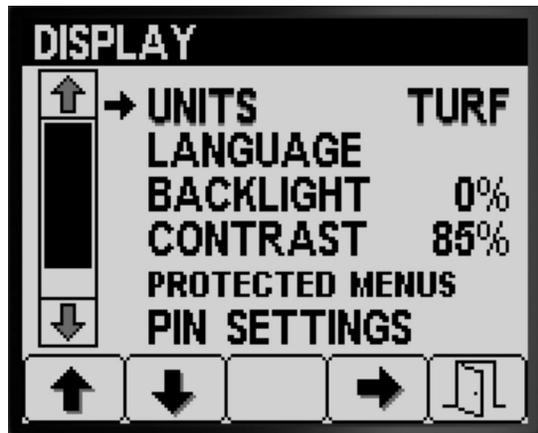

图 17
1. 按 1 号或 2 号按钮可导航至 UNITS 单位选项图 17。
2. 按 4 号按钮可在 ENGLISH 英语、TURF 草坪与 SI (国际) 之间切换单位制度图 17。
3. 按 5 号按钮可保存设置退出 UNITS 单位屏幕然后返回至 Settings 设置屏幕图 17。